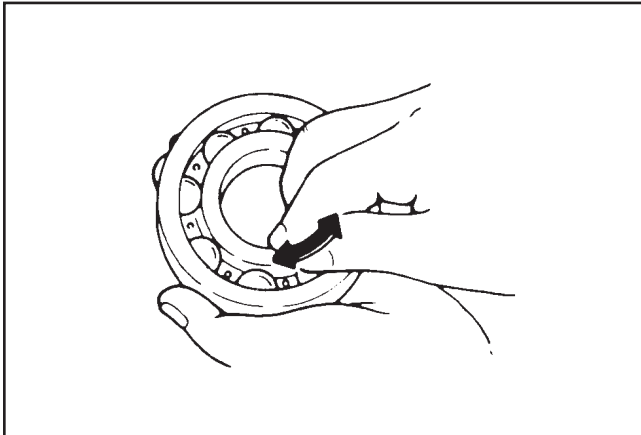

Figure 9-63. Vérification du jeu du palier.
6. Vérifier que les paliers du système de réduction ne montrent pas de signes d'usure ou de jeu excessifs. Voir la figure 9-63. Si le retrait du palier est nécessaire, utiliser un extracteur de palier interne pour retirer les paliers du carter. Une presse à crémaillère doit être utilisée pour le retrait des autres.
- Vérifier que les paliers du système de réduction ne montrent pas de signes d'usure ou de jeu excessifs. Voir la figure 9-63. Si le retrait du palier est nécessaire, utiliser un extracteur de palier interne pour retirer les paliers du carter. Une presse à crémaillère doit être utilisée pour le retrait des autres.